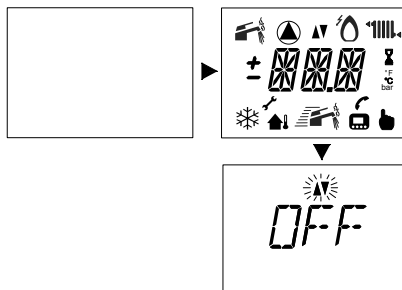

Figura 2.2 LCD stand-by.
- 2 Alimentate elettricamente la caldaia azionando l'interruttore bipolare previsto nella installazione Il display LCD visualizza la sequenza di **Figura 2.2**